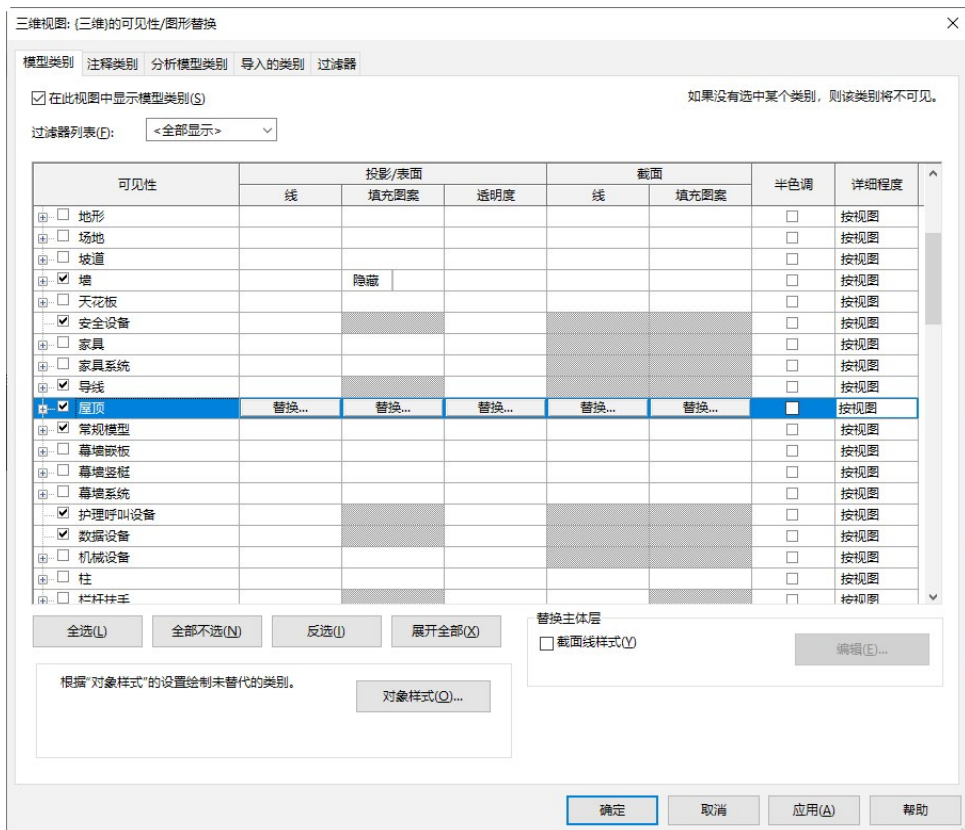

图 11-85 “可见性/图形替换”对话框
(14) 在“项目浏览器”中双击“三维视图”节点下的“三维”, 将视图切换到三维视图。
(15) 在“属性”选项板中单击“可见性/图形替换”栏中的“编辑”按钮 **编辑...**, 打开“三维视图: { 三维 } 的可见性/图形替换”对话框, 在“可见性”列表中勾选“屋顶”复选框, 其他采用默认设置, 如图 11-85 所示, 单击“确定”按钮, 使屋顶在三维视图中可见, 如图 11-86 所示。